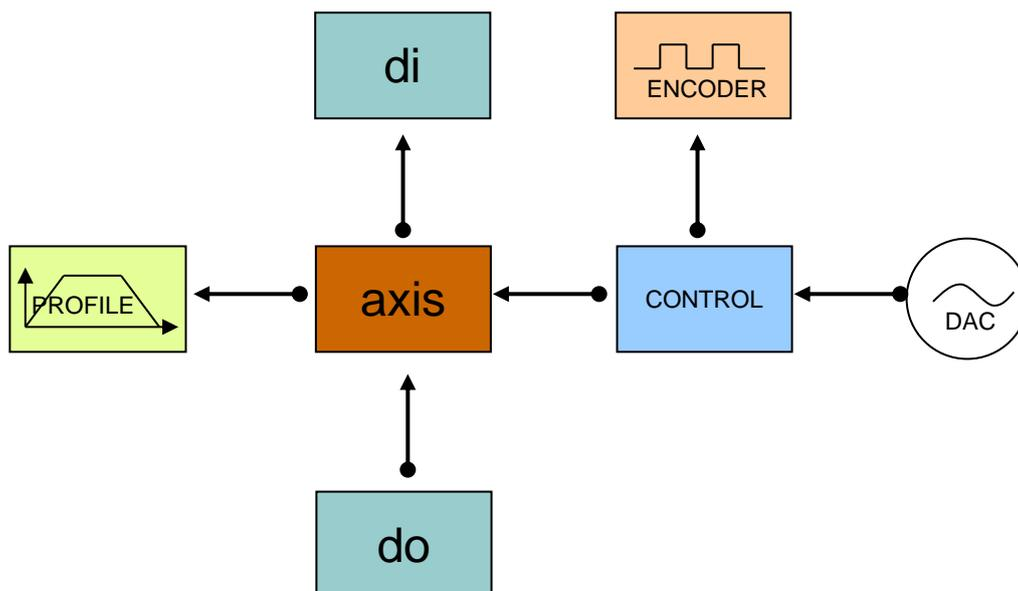

图 4-2 伺服控制
伺服控制方式的基本配置如图 4-2 所示。
3. **Control**关联选项：如果需要伺服闭环控制，应该使**control**与**axis**关联。默认为：不关联，即开环脉冲控制方式。关联之后，运动控制器会将相应编号的**encoder**、**dac**、**axis**、**control**关联在一起，如图 4-2所示，此时，**dac**的值将不能独立设置，如果调用**GT_SetDac**指令将会无效。切换开环方式和闭环方式可以通过指令**GT_CtrlMode**来实现。